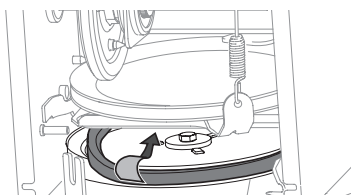

Figure 81
7. Enlevez la courroie de la poulie des tarières, puis placez la courroie entre le support et la poulie des tarières. Voir (Figure 81).